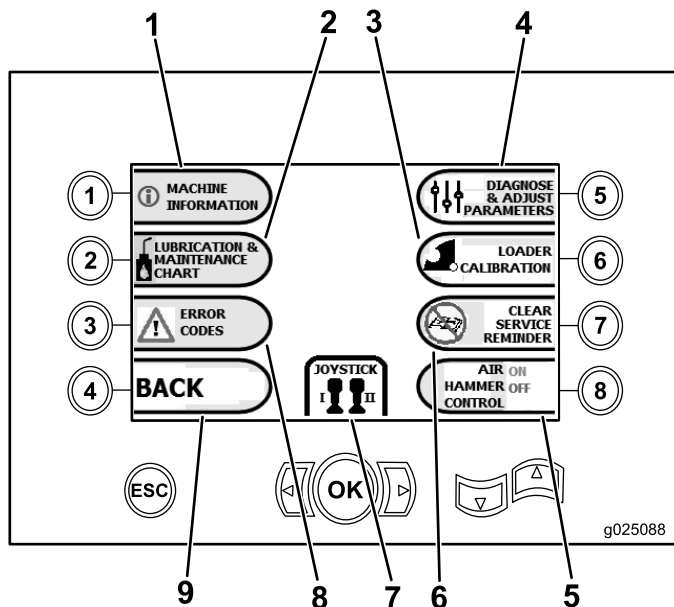

Figura 22
- Botão 1 – Retornar à (Tela de informações da máquina \(página 28\)) como mostra Figura 22
- Botão 2 – Quadro de lubrificação e manutenção (Figura 22)
- Botão 3 – Ler códigos de erro (Figura 22)
- Botão 4 – Retornar à Tela principal de seleção \(página 32\) como mostra Figura 22
- Botão 5—Diagnóstico e ajuste de parâmetros (Figura 22)
- Botão 6—Ajustar a calibração do carregador (Figura 22)
- Botão 7—Remover um lembrete de manutenção (Figura 22)
- Botão 8 – Controle do martelo pneumático (Figura 22)
- Botão OK—Retornar à Tela de seleção de controles \(página 27\) como mostra Figura 22